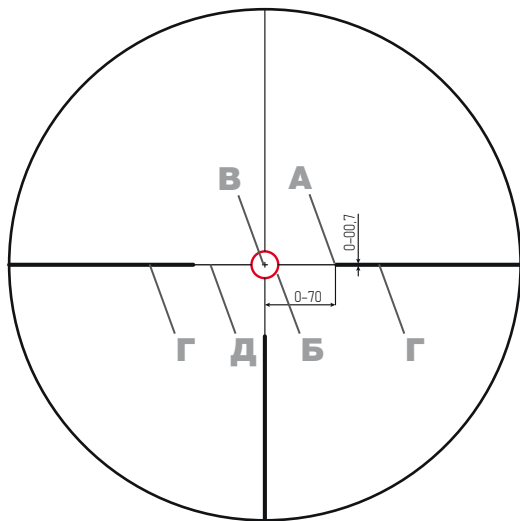

Рисунок 2
- точку прицеливания, расположенную в центре перекрестия – «В» (Рисунок 2).